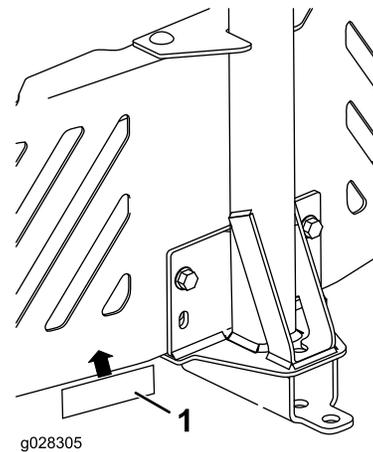

Figure 15
- 4. Apposez l'autocollant de la barre d'attelage à 1,3 cm (0,5 po) à gauche du support de fixation de l'accessoire (Figure 15).